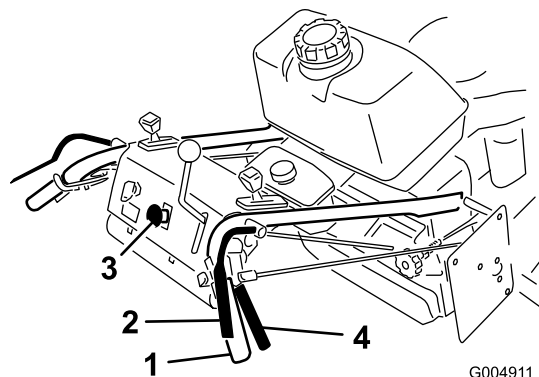

Figura 9
1. Para engranar las cuchillas, apriete las palancas de Control de Presencia del Operador (CPO) contra las empuñaduras de los manillares (Figura 9).
Suelte las palancas de Control de Presencia del Operador (CPO) para detener las cuchillas (Figura 9).